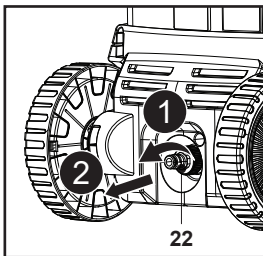

Fig. 21
1. Retire el adaptador de entrada de agua (22) del conector de entrada de agua (12) (Fig. 21).